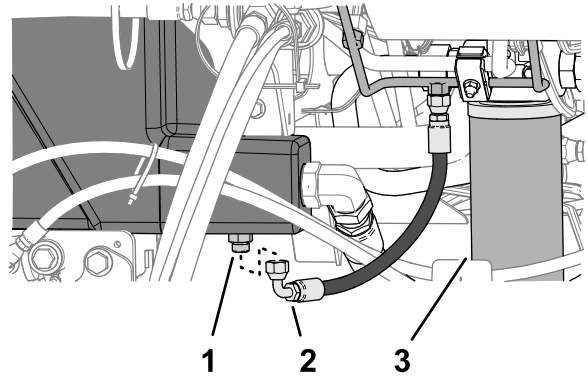

Figure 104
2. Placez un grand bac de vidange sous le raccord droit (Figure 104) du réservoir hydraulique.